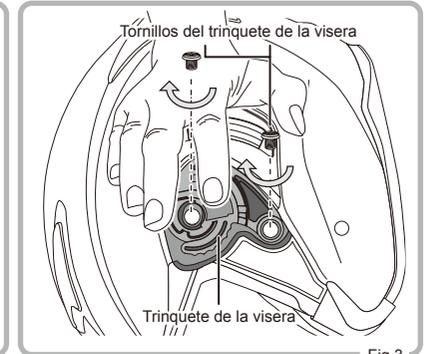

Fig.3
- 3 Apriete bien cada tornillo del trinquete de la visera en el sentido de las agujas del reloj. Repita el mismo procedimiento en el trinquete de la visera en el otro lado del casco. Entonces, la instalación de los trinquetes de la visera quedó finalizada (Fig. 3).